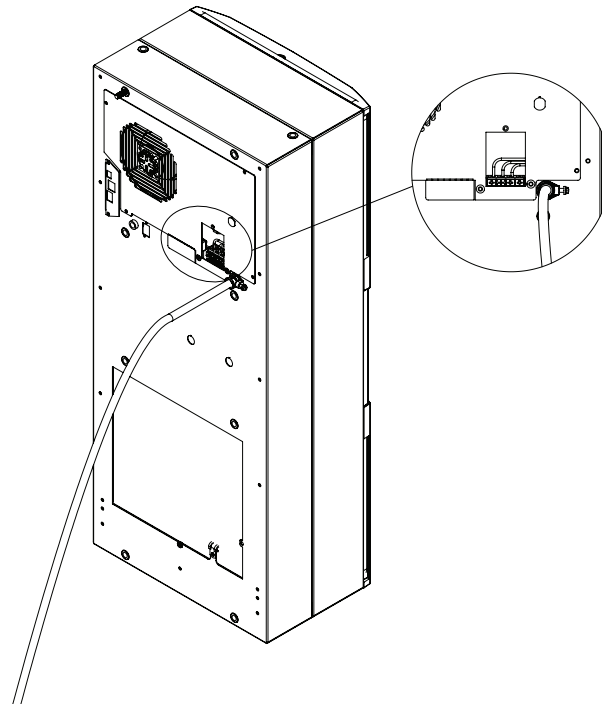

Figure 10
5. Ziehen Sie die Schraube an der Zugentlastung an, bis das Netzkabel festsetzt (siehe Abbildung 10).